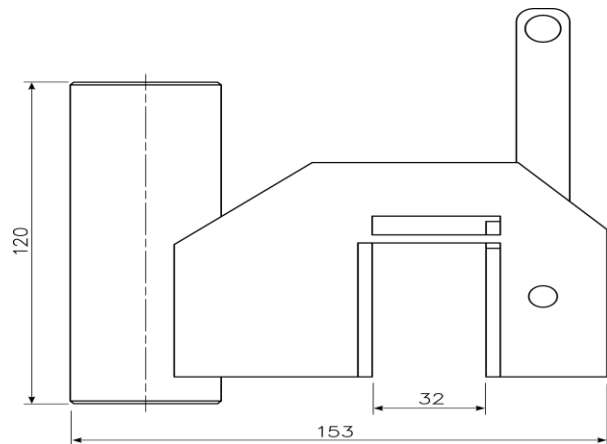

Abb. 29 Halter für Autoborde
1.3.27. Halter für Autoborde (Abb. 29)